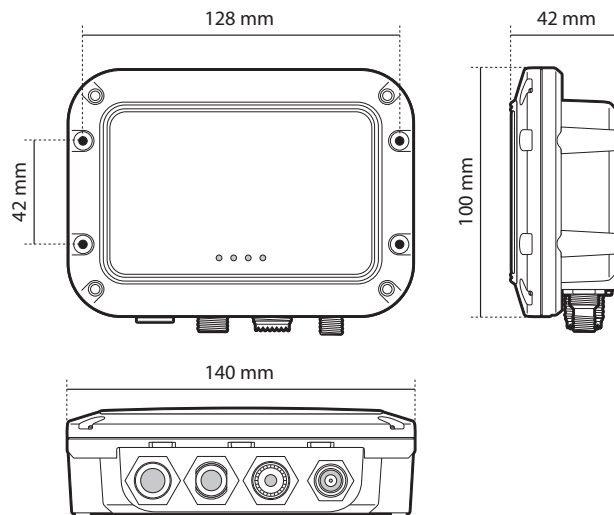

Figure 5 Émetteur AIS dimensions
- Il doit y avoir un espace suffisant autour de la boîte de connexion de l'Émetteur AIS pour acheminer les câbles. Veuillez consulter Figure 5 pour plus de détails sur les dimensions de l'Émetteur AIS.